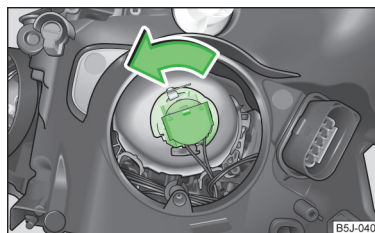

Fig. 156
- » Rotiți conectorul împreună cu becul până la limită, în sensul săgeții » fig. 156 și extrageți-l.